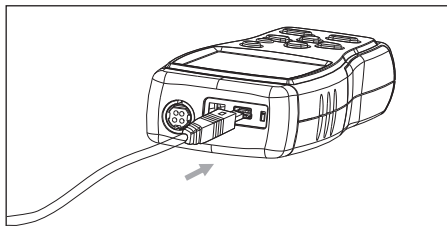

图7
- 4). 将USB传输线的一端插入风速计主机顶部USB接口处，如图7：